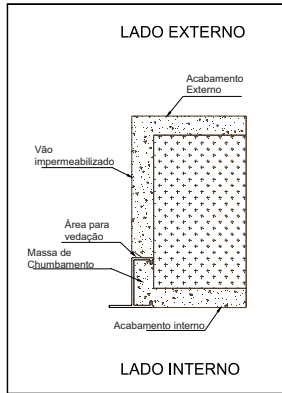

Figura 12 - Posicionamento do contramarco sem pingadeira.
h) Fazer a ranhura entre o contramarco e o revestimento para posteriormente aplicar o material vedante (resina acrílica a base de água), conforme figura 12.